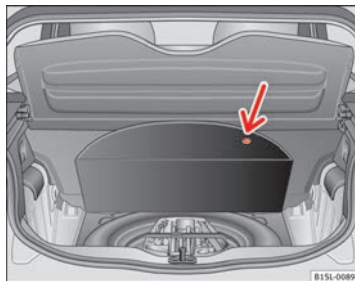

Abb. 139 Im Gepäckraum: Bodenbelag hochgeklappt.
Das Bordwerkzeug, Reserverad, Notrad bzw. Pannenset befinden sich im Gepäckraum unter dem Bodenbelag ⇒ Abb. 139.
- Bodenbelag an Aussparung anheben (Pfeil) ⇒ Abb. 139.